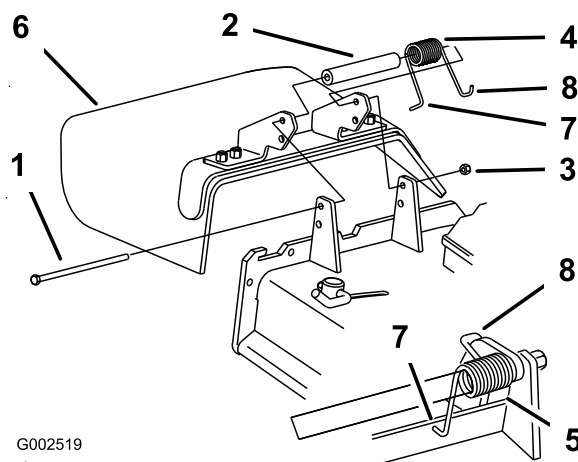

Figure 15
1. Enlevez l'éjecteur latéral du plateau de coupe (Figure 15).